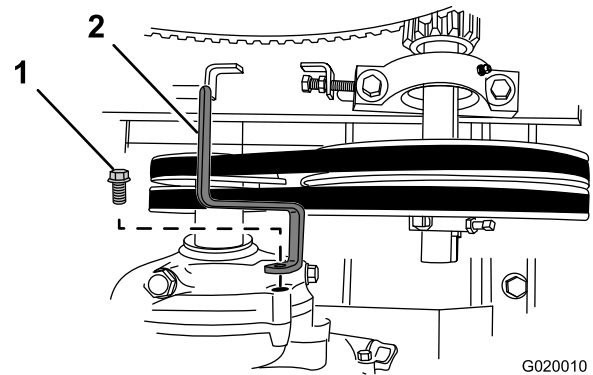

Figure 58
- Retirez le boulon qui fixe le guide-courroies au moteur, et déposez le guide (Figure 58).
7. Fixez légèrement le guide-courroies au moteur (Figure 58) avec le boulon retiré à l'opération 3 de Dépose des courroies (page 38).